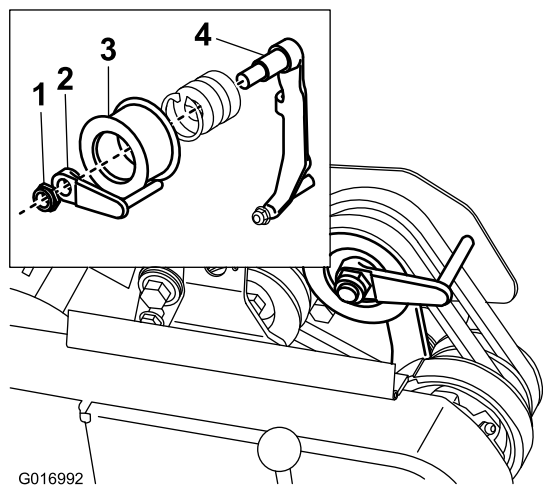

Figura 44
8. Para empujar o remolcar la máquina más fácilmente sin arrancar el motor, ajuste la guía de la correa (Figura 44, detalle) de la siguiente manera: